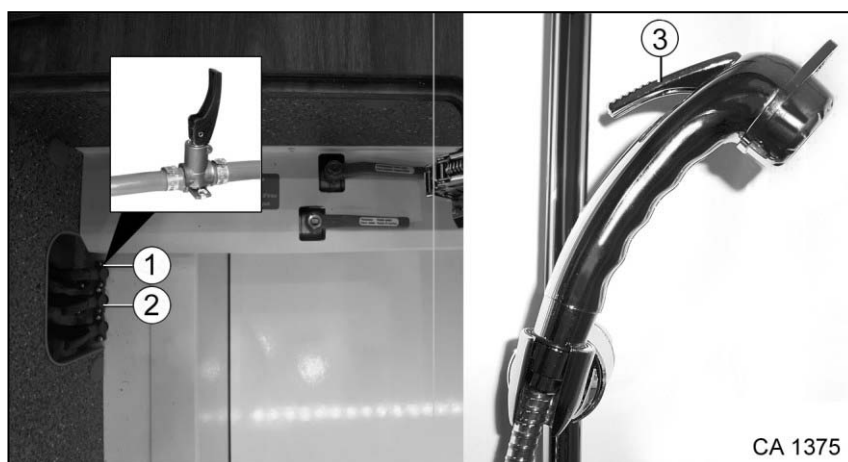

Fig. 157 Robinet de vidange du chauffe-eau/de la tête de douche
- Placer le culbuteur (Fig. 157/1 et 2) du robinet de vidange soit horizontalement, soit verticalement. Ne pas le tordre ! Une torsion du culbuteur pourrait endommager le robinet de vidange le rendant non étanche. En cas de non-respect, la garantie Carthago prend fin.
1. Fermer le robinet de vidange du chauffe-eau (Fig. 157/1 et 2).
2. Mettre tous les robinets sur « Chaud » et les ouvrir ; bloquer toutes les têtes de douche (Fig. 157/3) sur Position permanente.
2. Ouvrir le robinet de vidange du chauffe-eau (Fig. 157/1 et 2).
3. Mettre tous les robinets sur « Chaud », faire encliqueter toutes les têtes de douche (Fig. 157/3) sur position permanente et les laisser ouverts jusqu'à ce que la conduite d'eau chaude est exempte d'eau.